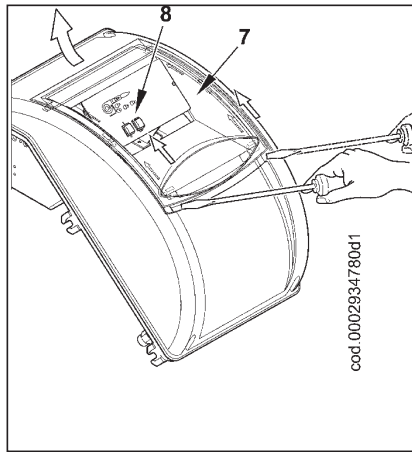

Figura 4
- Para volver a cerrar la tapa del cuadro eléctrico, atornillar los 4 tornillos (1) ejerciendo un par de apriete de unos 5 Nm para asegurar la estanqueidad correcta. Al llegar a este punto, para acceder al panel de mandos (8), desenganchar la portezuela transparente (7), ejerciendo una ligera presión con las manos en la dirección de las flechas de la figura 4, deslizarlo durante un breve tramo y separarlo de la tapa.